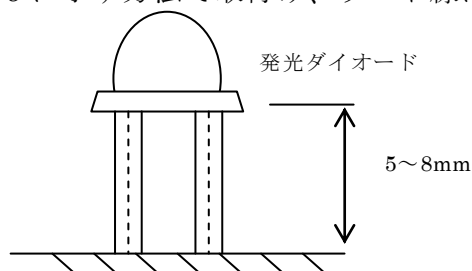

図 3-9
- (k) 発光ダイオードは、図 3-9 に示す方法で取付け、リード線には絶縁チューブをかぶせること。